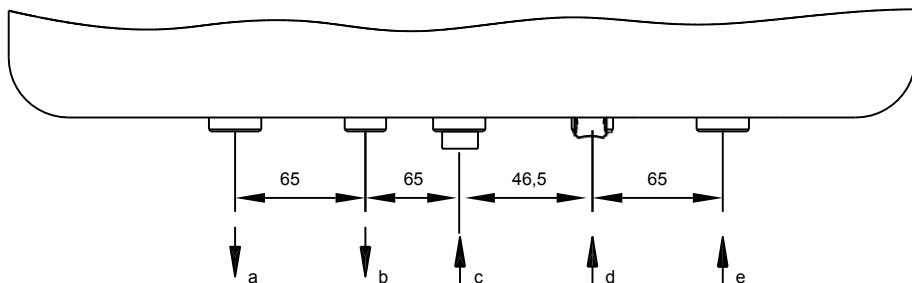

Рис. 18
- Трубы для подачи газа и воды и соединительные муфты монтируются между прикрепленным к стенке монтажным кронштейном и котлом, как показано на рисунке (Рис. 18).